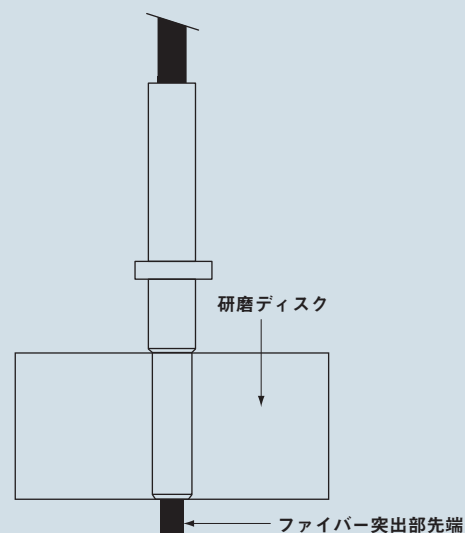

図 6 - コネクタスリーブ用ガイド付き研磨ディスク
- 図 6 に示すように、コンタクトを研磨ディスク (CLDL) に挿入します。平滑な表面 (板ガラスなど) 上で、粒度 1000 の研磨紙を使い、先端から出ているファイバーを平らにした後、粒度 4000 の研磨紙で研磨して下さい。